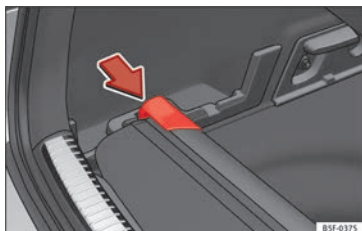

Bild 166 I bagageutrymmet: plats för att förvara hatthyllan
- Tryck huvuddelen av hatthyllan i pilens riktning tills den är inpassad i dess hölje » **bild 166**.